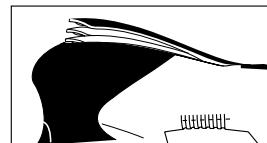

Abbildung 4
**2.** Mittlere Geschwindigkeiten zwischen Null und der ausgewählten maximalen Geschwindigkeit können mit dem Einstellhebel in der Mittelstellung genutzt werden –siehe Abbildung 4